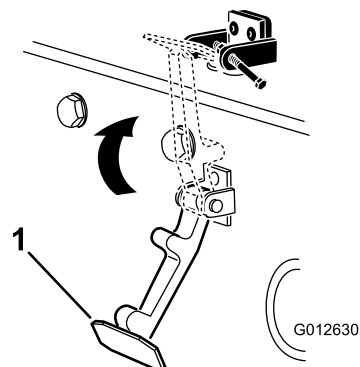

図 5
- フードラッチブラケットにフックをかける **図 5**。